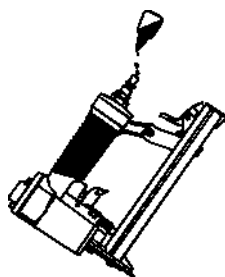

Fig. 3
1. Kontrollera om verktyget behöver smörjas. Droppa vid behov två droppar olja i tryckluftsanslutningen, se fig. 3. Om du använder smörjenhet kontrollerar du om du behöver fylla på olja.